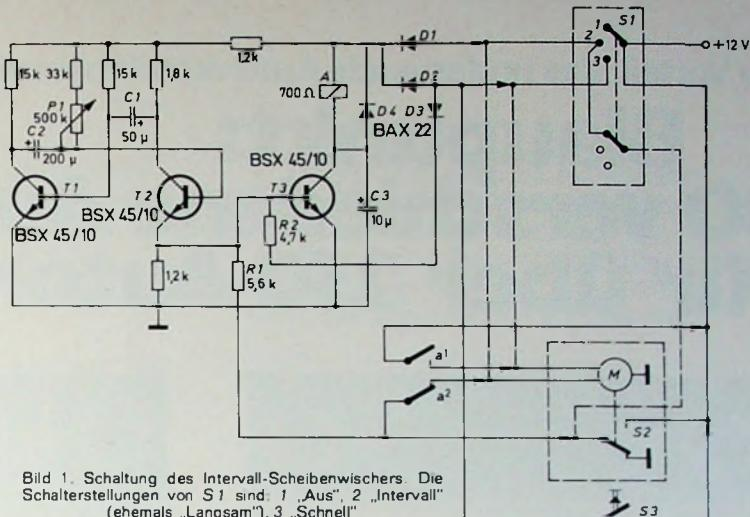

Bild 1. Schaltung des Intervall-Scheibenwischers. Die Schalterstellungen von S1 sind: 1 „Aus“, 2 „Intervall“ (ehemals „Langsam“), 3 „Schnell“
Aus Bild 1 ist die Originalschaltung an den gestrichelten Leitungen zu erkennen, die für den Umbau entfernt werden mussten. Der eigentliche Wisschermotor hat zwei Geschwindigkeitsschaltstufen und einen motorbetätigten Umschalter S_2 , der bei Handabschaltung während des Laufs dem Feld noch so lange eine positive Spannung zuführt, bis die Wisscherruhestellung erreicht ist; dann schaltet S_2 um und legt die eine Wicklung an Masse, wodurch der Motor gebremst wird.
Im Bild 1 sind die notwendigen Schaltungsänderungen durch Linien mit Pfeilen und gestrichelte Linien gekennzeichnet. Zur Motorsteuerung wurde ein Kammrelais (Kontaktbelastbarkeit 5 A) mit einem Arbeits- und einem Ruhekontakt eingesetzt. Die Schaltung besteht aus einem Taktgeber T_1, T_2 mit einer nachfolgenden Schaltstufe T_3 . In der Stellung "Intervall" (2) von S_1 wird dem Taktgeber T_1, T_2 und dem Schalttransistor T_3 die Versorgungsspannung über die Dioden D_1, D_2 zugeführt; die vom Taktgeber erzeugten Impulse schalten T_3 durch, das Relais zieht an, und dem Motor wird über den Kontakt a^1 Spannung zugeführt. C_2 und P_1 bestimmen das Zeitintervall (1...25 s) bzw. die Pause, in der keine Impulse an die Basis von T_3 gelangen und das Relais abfällt. In der Stellung "Schnell" (3) wird T_3 unabhängig vom Taktgeber über D_3 durchgeschaltet, das Relais zieht an, und der Motor läuft, bis das Relais bei Umschaltung von S_1 auf "Aus" (1) abfällt.